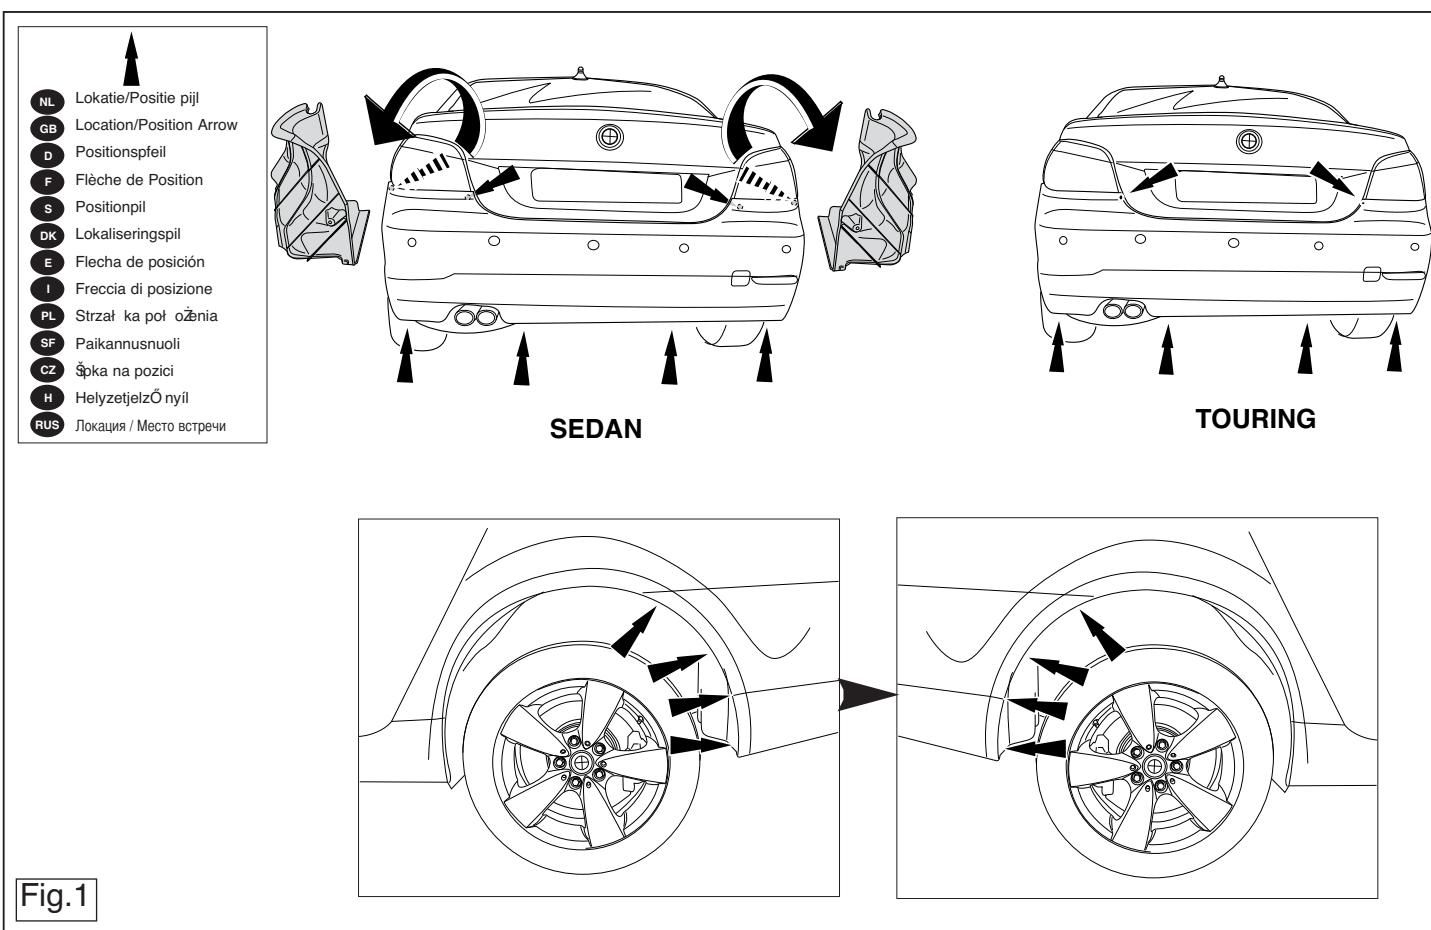

Fig.1
- Inklusive kørerøjetes støtsidebeskyttende. Denne bliver overflødig. Se fig. 1.
Inklusive kørerøjetes støtsidebeskyttende. Denne bliver overflødig. Se fig. 1.
- Снять панели боковых стенок в багажном отсеке. Снять бампер вместе со стальным буферным бруском автомобиля буферный брус больше не понадобится. См. рисунок 1.